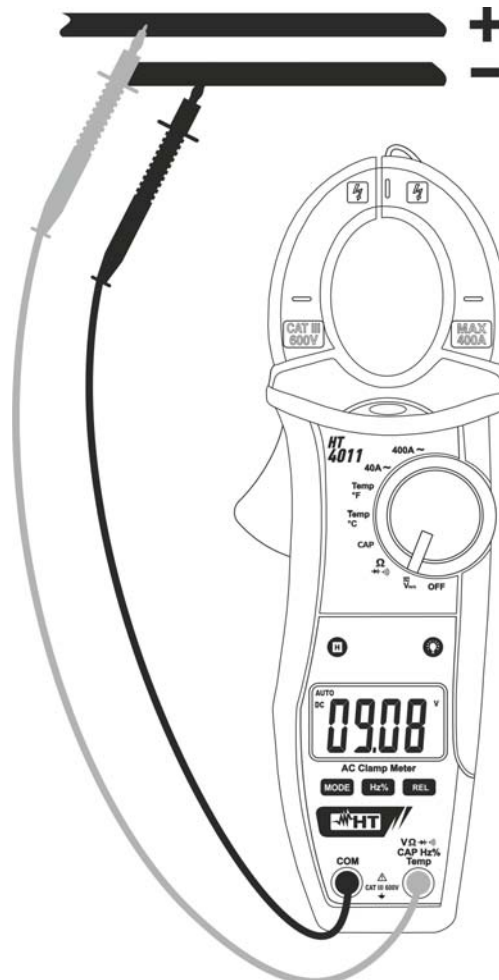

Fig. 3: Uso della pinza in misura di Tensione DC
3. Posizionare i puntali nei punti desiderati del circuito in esame (vedere Fig. 3). Il valore della tensione è mostrato a display
5. La visualizzazione del simbolo "-" sul display dello strumento indica che la tensione ha verso opposto rispetto alla connessione di Fig. 3